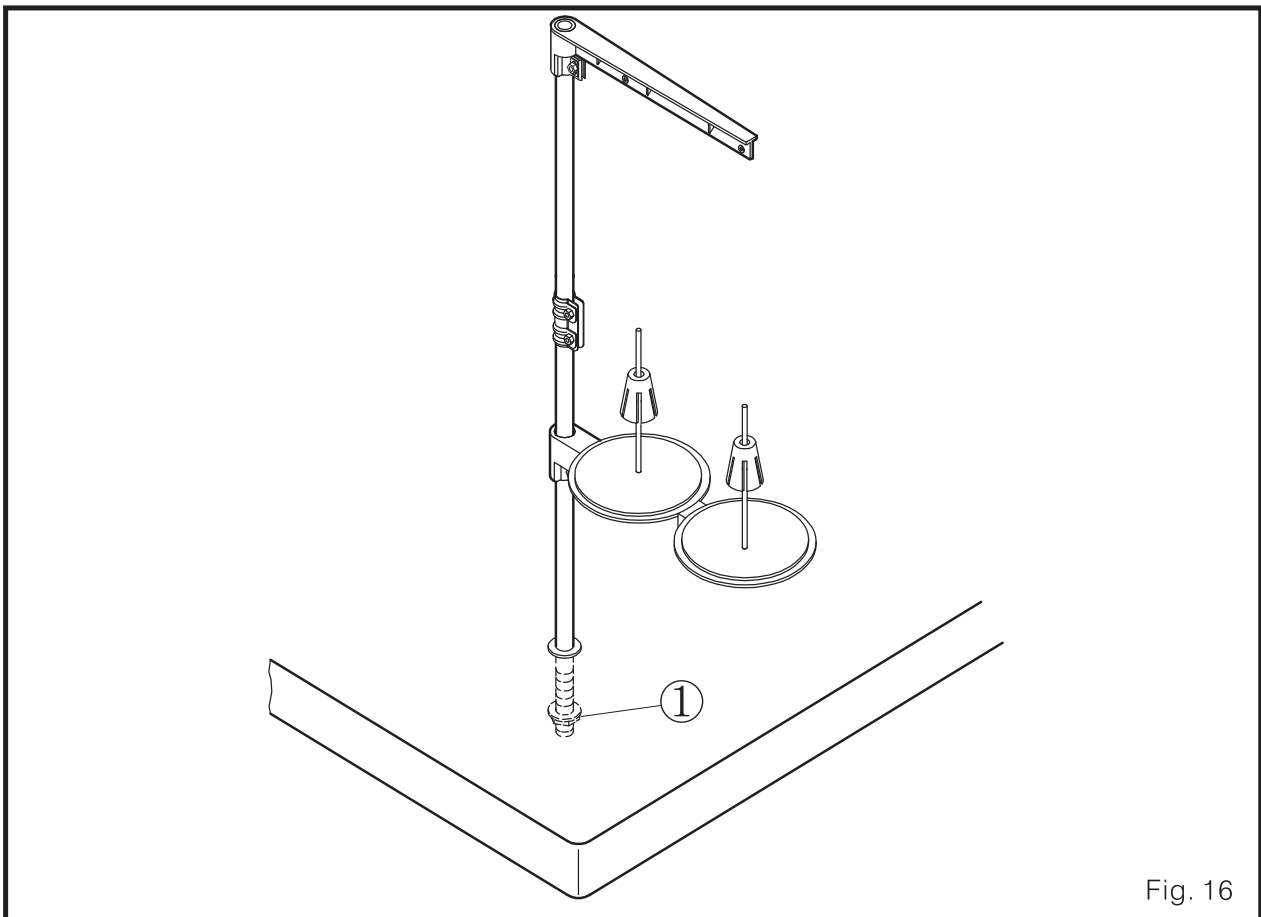

Fig. 16
1. Monte o conjunto de suportes de linha antes de instalar. Coloque o suporte de linha no orifício na parte superior da mesa. (Fig. 16)
2. Fixe o suporte da linha com uma porca ① travada sob o tampo da mesa.